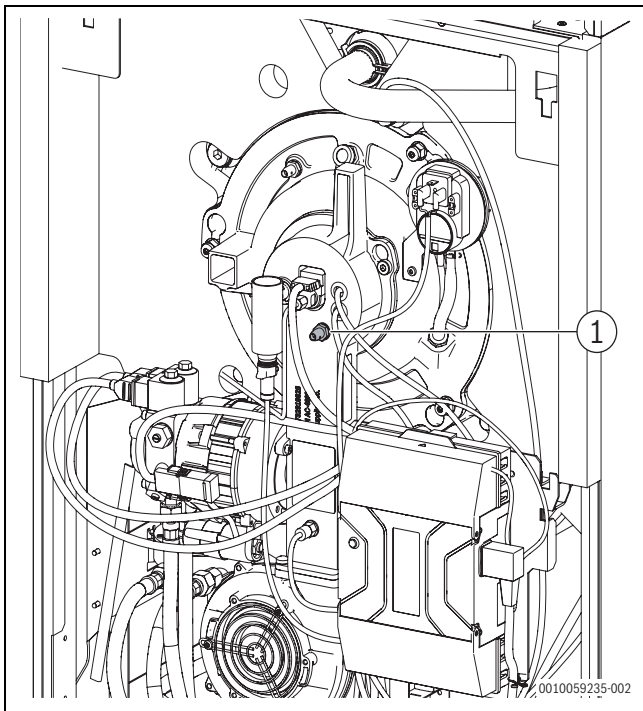

Bild 57 Statischen Gebläsedruck messen
- ▶ Druckmessstutzen (→ Bild 57, [1], Seite 35) für den statischen Gebläsedruck am Brennergehäuse öffnen.
- ▶ Messgerät für statischen Gebläsedruck am Druckmessstutzen (→ Bild 57, [1], Seite 35) des Brennergehäuses anschließen.